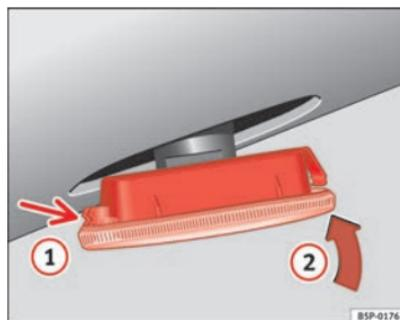

Fig. 223 Intermitente lateral
- Coloque el intermitente en primer lugar en el orificio de la carrocería, encajando las pestañas ⇒ página 294, fig. 223, flecha ①.
- Encaje la lámpara como indica la flecha ② ⇒ página 294, fig. 223. ■